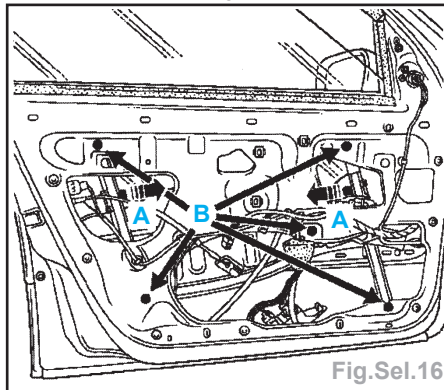

Fig.Sel.16
- les deux agrafes de fixation de vitre (A), dégager la vitre des axes de chariot d'entraînement du lève-vitre.
- Déposer les cinq vis M6 de fixation du mécanisme (B) (Fig.Sel.16).